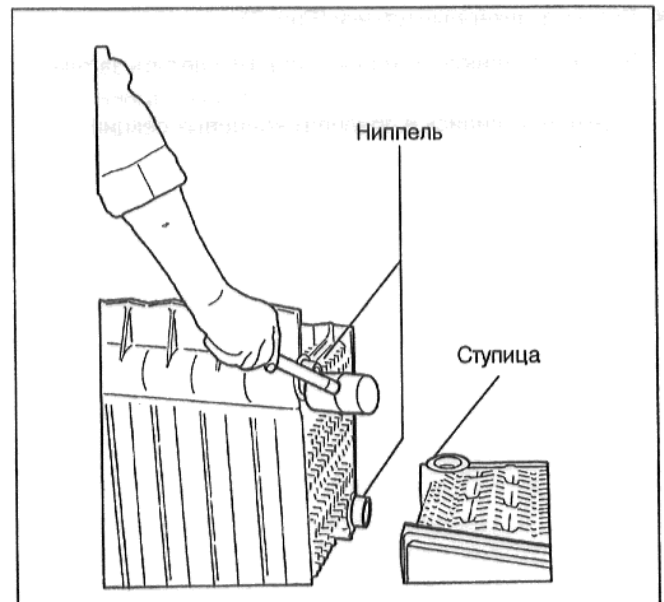

Рис. 4
- Слегка забить ниппель резиновым молотком или стальным молотком, используя деревянную подкладку (Рис. 4). Обеспечить соосную посадку ниппеля.